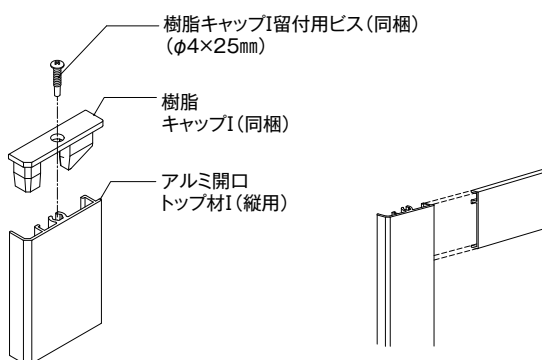

図9 樹脂キャップIの取り付け
▶アルミ開口トップ材I(縦用)の上下の小口に、同梱の樹脂キャップIを同梱ビス(φ4×25mm)で取り付ける。(図9参照)